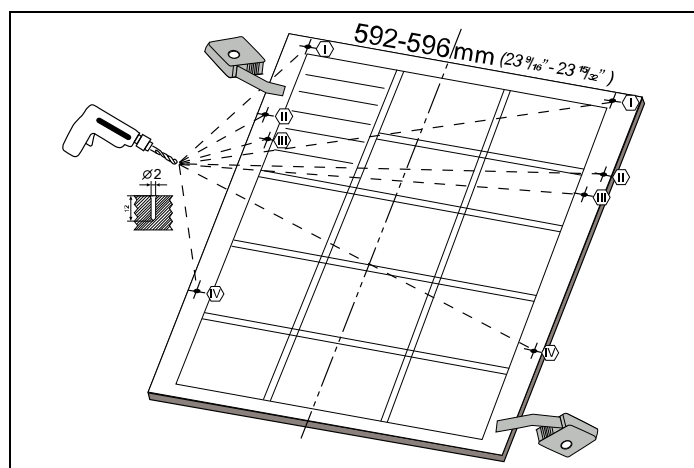

Fig. 19
Come mostrato nella Fig. 19 , misurare l'altezza e la profondità del mobile per determinare le dimensioni dell'anta esterna.
- 2) Come illustrato nella Fig. 19 , il foro per la vite deve essere praticato verso l'anta esterna dai punti segnati sul piano. Diametro della punta del trapano: 5/64" (2 mm) Profondità della punta del trapano: 15/32" (12 mm)